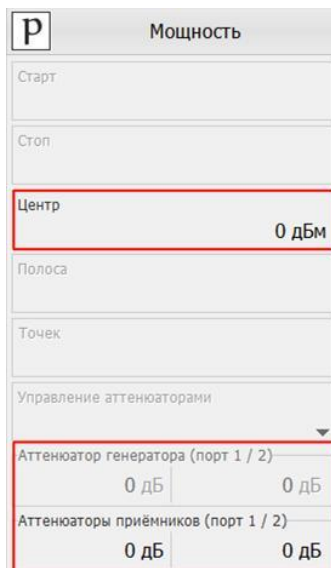

Рисунок 9. Установка мощности зондирования.
5. В панели управление «Мощность» установить мощность зондирования – 0 дБм, рис. 9. При установке мощности зондирования необходимо учитывать, что измерительные и опорные приёмники должны оставаться в линейном режиме работы, при необходимости можно использовать внешние или внутренние аттенюаторы.